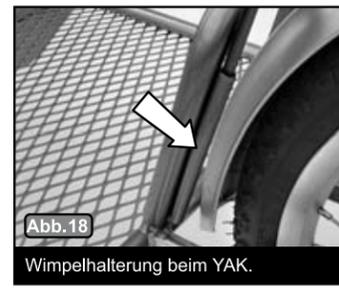

Abb. 18
- B)** Die Fähnchenstange bis ganz unten in die Wimpelhalterung stecken. Beim YAK befindet sich die Wimpelhalterung auf der linken Seite des Anhängers hinter dem Gepäckabteil (Abb. 18), beim IBEX in der Mitte des Stoßdämpfers (Abb. 19).